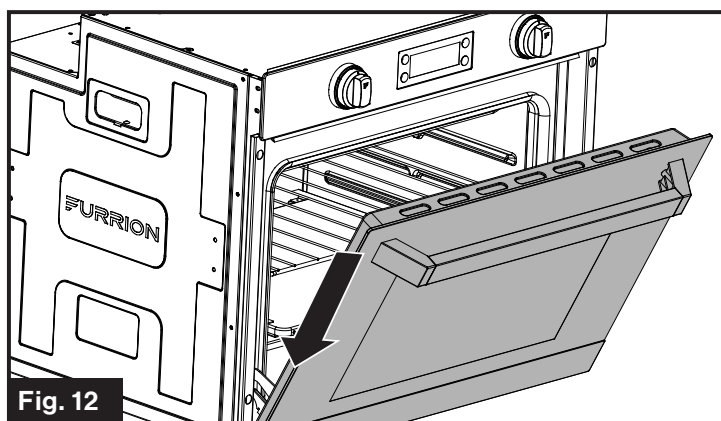
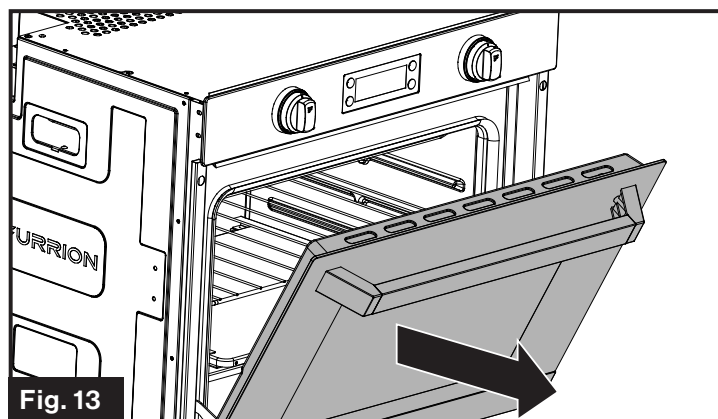
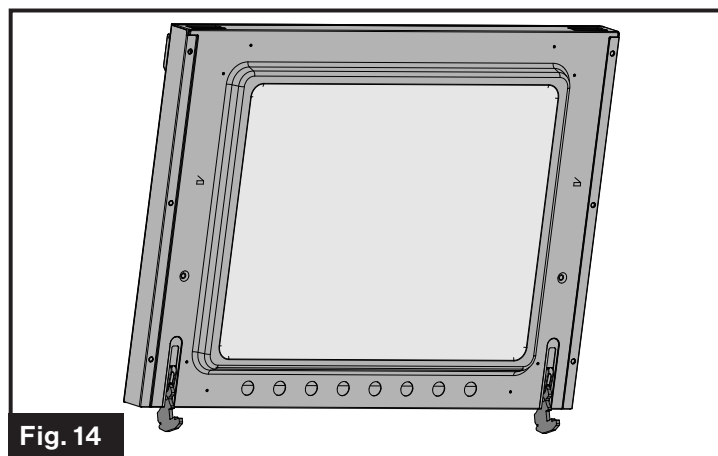

Fig. 12
Fig. 13
Fig. 14
5. Sujete la puerta firmemente de ambos lados y, con ambas manos, tire de la puerta directamente hacia fuera de las ranuras de las bisagras. (Fig. 12, Fig. 13 y Fig. 14) Sostener la puerta con firmeza porque es pesada.